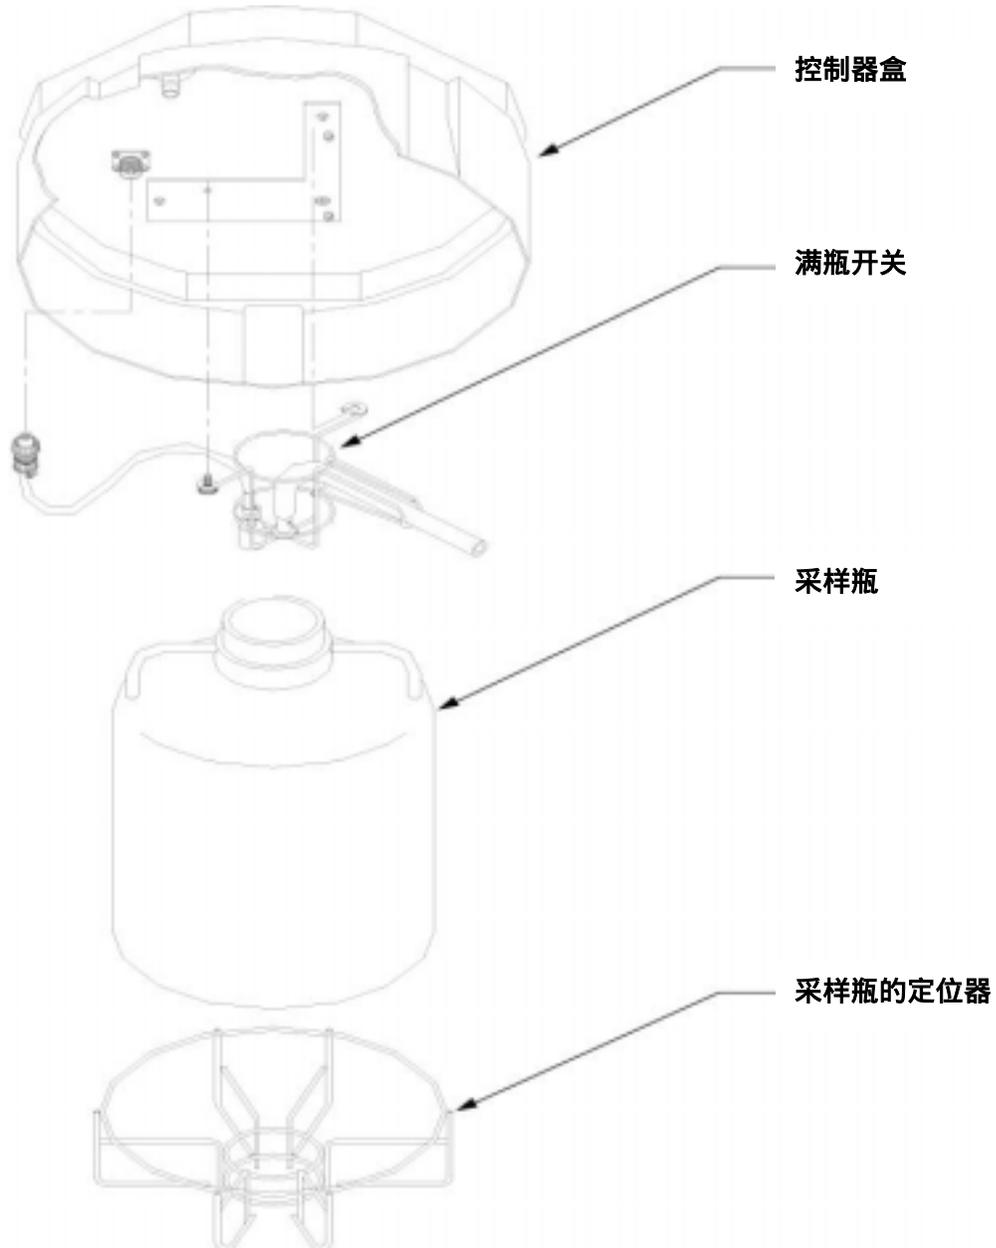

图13 满瓶开关安装图
对于单瓶混合采样方式，需配置满瓶开关（参见第1.6节），并把采样瓶安装在支架的中央（参见图13），满瓶开关把采样管口定位于采样瓶口的正上方。
1. 把满瓶开关的C形垫圈钩到控制器盒内侧的销子上（如图13所示）。